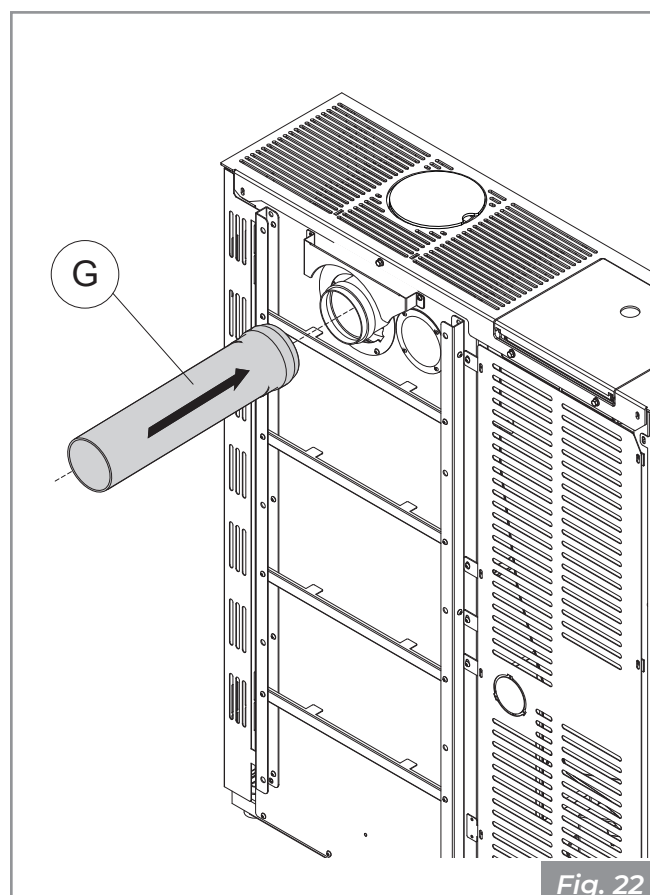

Fig. 22
- Montare il tappo fumi (C) sul lato superiore della stufa al posto della posizione precedente del collare fumi superiore (D).
- Chiudere il foro superiore unendo il tappo estetico (F) all'anello di supporto (E) mediante l'utilizzo dei 6 dadi in dotazione. Allineare l'assieme al top regolando i dadi.
- Montare il collare fumi superiore (D) sul lato posteriore della stufa al posto della posizione precedente del tappo fumi (C).
- Rimuovere il pre-tranciato dal tappo ispezione posteriore (B) e montare il componente nella sua precedente sede.
- È possibile collegare il tubo fumi (G) sul collare (D) (Fig. 22).